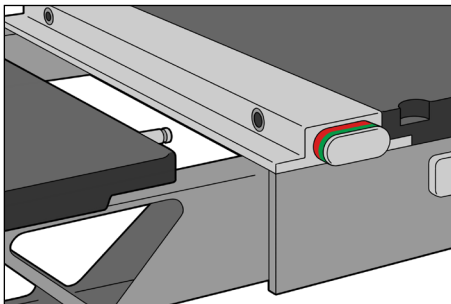

Fig. 1
1. Ta bort kVue Calypso-inlägget. (Fig. 1)